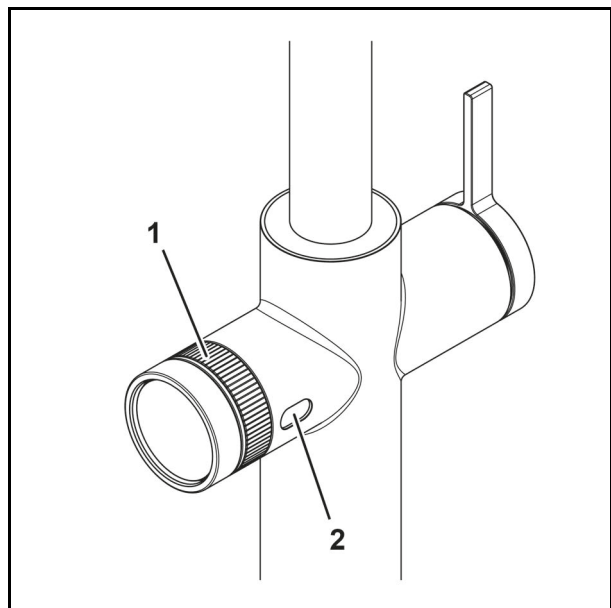

Abb. 31 Auswahl Volumen [ml]
1. Rotieren Sie den inneren Ring des Drehreglers (Abb. 31/1), um Wasservolumen einzustellen.
2. Prüfen Sie den eingestellten Wert am Sichtfenster (Abb. 31/2) der Armatur.